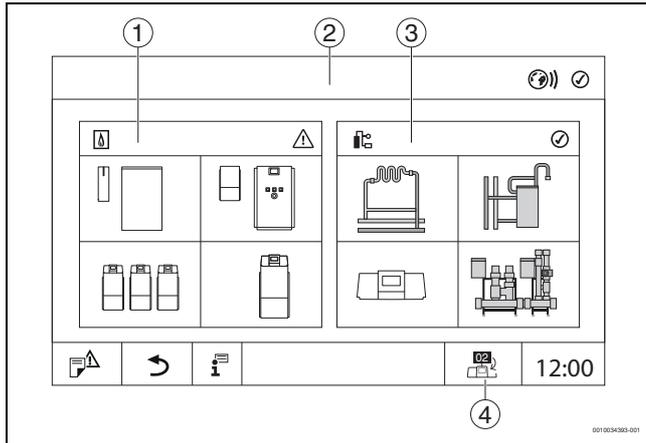

Bild 4 Systemübersicht (Beispiel)
- ▶ **Wärmeezeugung** antippen (→ Bild 4, [1]).
- ▶ **Anlage** antippen (→ Bild 4, [3]).
- ▶ Vernetzungssymbol antippen (→ Bild 4, [4]).